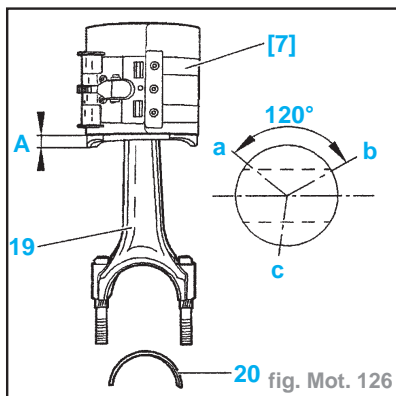

fig. Mot. 126
- Vérifier la bonne orientation des coupes "a, b, c" des segments (fig. Mot. 126).